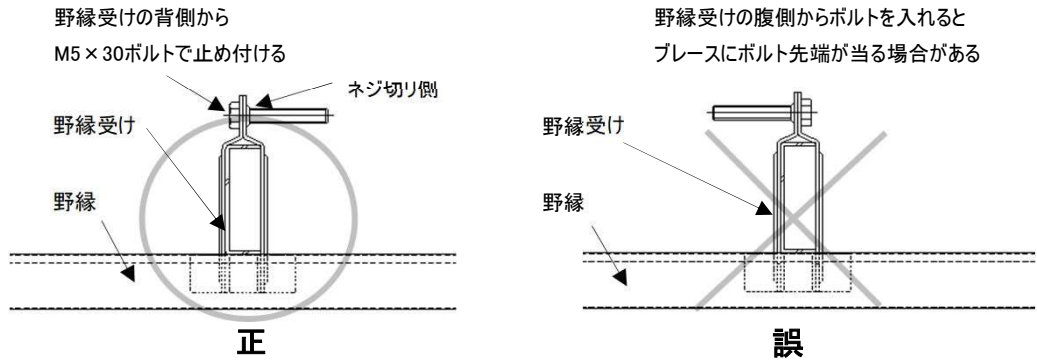

図 2-4 ビスクリップの正しい取り付け方
- ・必ず野縁受けの背側にM5×30ボルト頭が来るように取り付ける。(図2-4、2-5参照)